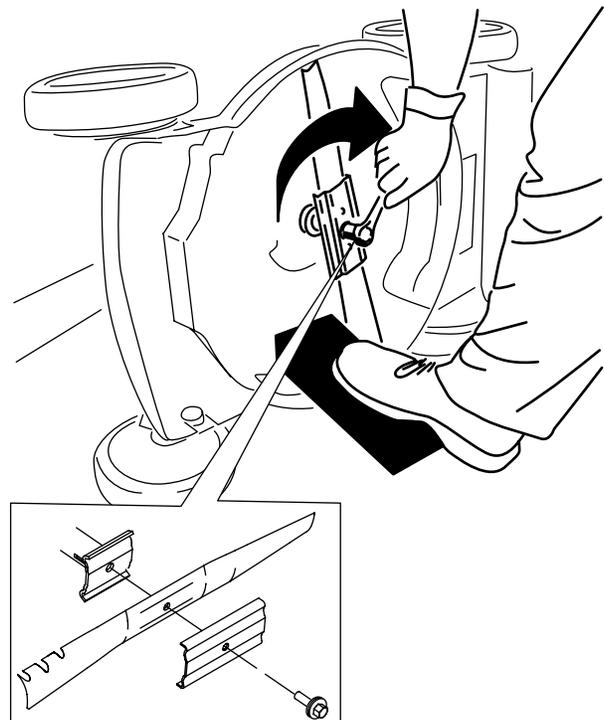

Figure 18
4. Montez la nouvelle lame, le support et le boulon de lame (Figure 18).